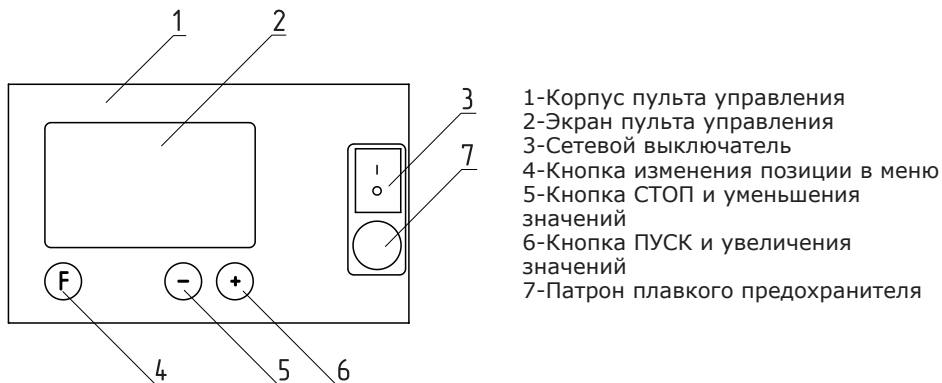

Рис. 3 Пульт управления
5.16. Более подробно с устройством и работой пульта управления можно ознакомиться в инструкции по эксплуатации и монтажу на контроллер котла есоМАХ 200W. Расположение органов управления и индикации на передней панели пульта управления показано на рис.3.